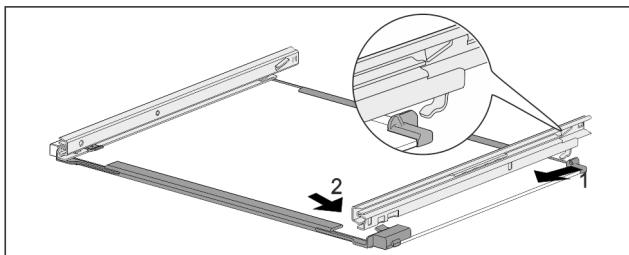

Fig. 108 Skleněná deska s kolejničkami
- ▶ Zahákněte kolejničku vzadu. Fig. 108 (1)
- ▶ Zaklapněte kolejničku vpředu. Fig. 108 (2)